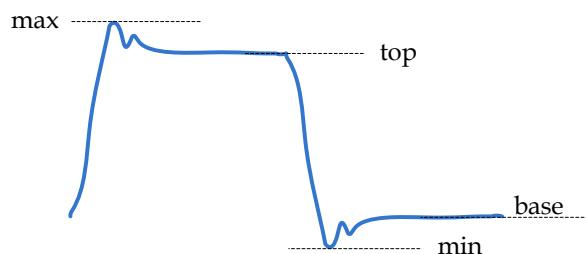

图 4 示波器有关电压参数的定义
- 4) MEASURE 方法测量脉冲信号电压参数时，注意参数的定义，见图 4：